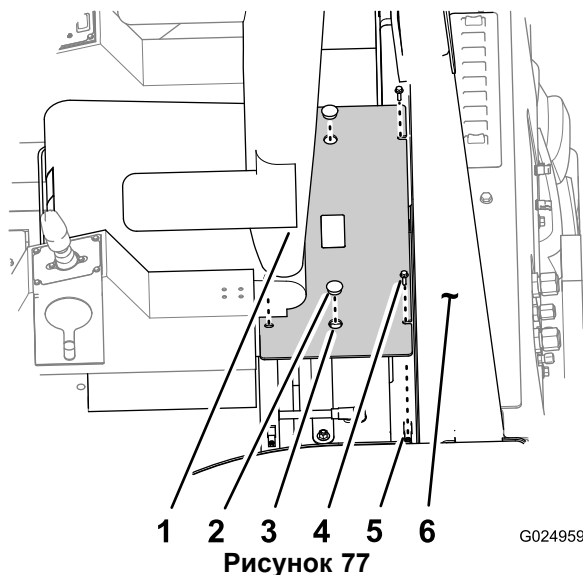

Рисунок 77
3. Отверните 4 болта крепления крышки аккумуляторной батареи к платформе ROPS (Рисунок 77).
1. Совместите отверстия в монтажных фланцах крышки аккумуляторной батареи с гайками пластины в платформе ROPS вокруг аккумуляторной батареи (Рисунок 77).
2. Прикрепите крышку аккумуляторной батареи к платформе ROPS с помощью 4 болтов (Рисунок 77).